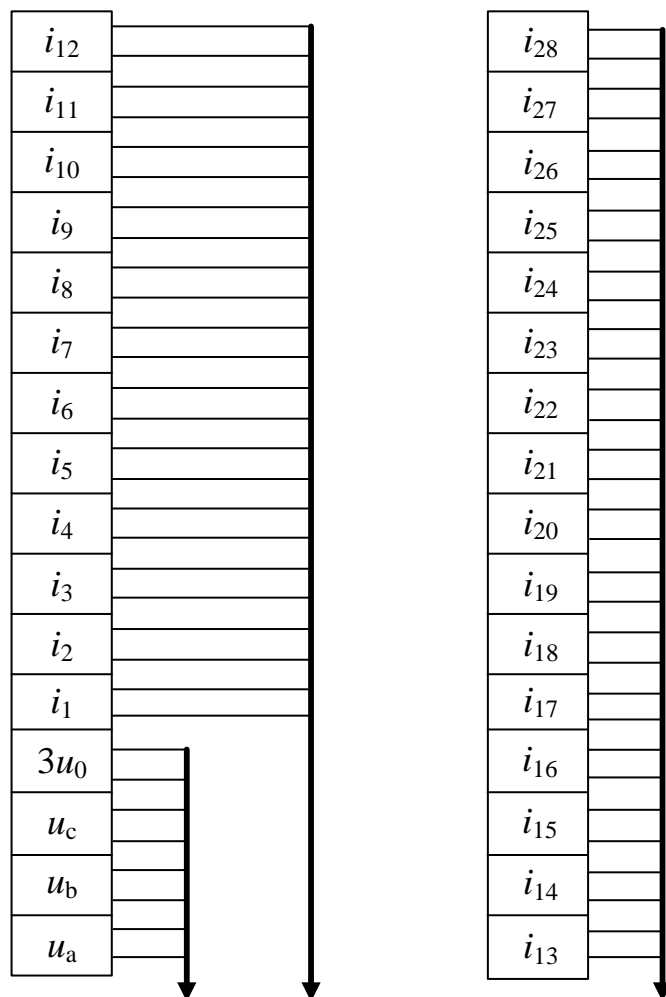

Рис. 18. Під'єднання зовнішніх аналогових кіл до клемника Пристрою
8.3. Виконати під'єднання Пристрою до трансформаторів струму та трансформатора напруги. Під'єднання необхідно виконати за допомогою клемників, розміщених в середині Пристрою. Клемники розташовані на DIN-рейці (див. рис. 18). Під'єднання виконати мідним кабелем перерізом не менше $1,5 \text{ мм}^2$. Кабелі від трансформаторів струму та трансформатора напруги підвести в середину Пристрою через кабельний ввід.